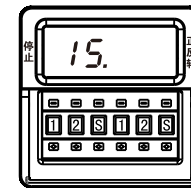

图1
1、用大拇指和食指扣住盖板左右两侧的凹形部分, 按图1所示向外翻出。